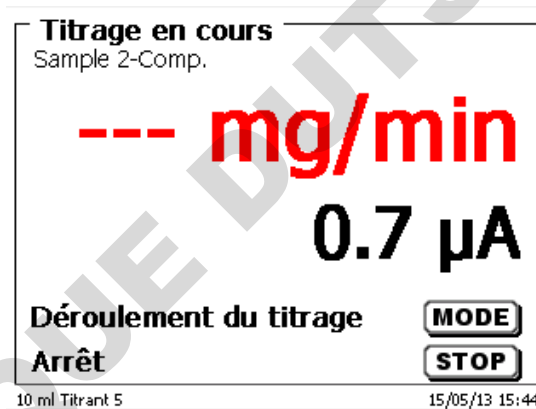

Fig. 53
- ou la dérive avec la valeur mesurée en  $\mu\text{A}$  (Fig. 53),